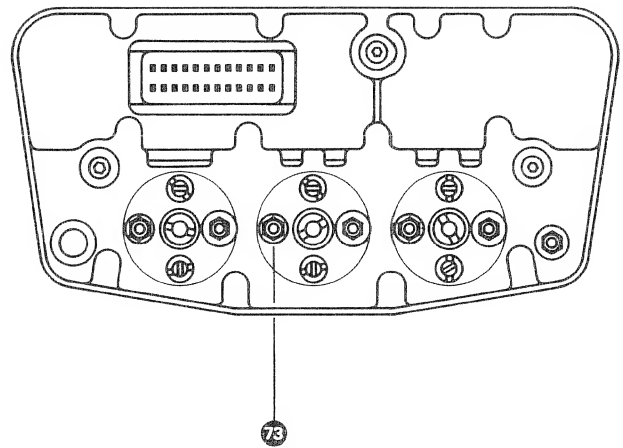

Fig. 7.4.—6
6. Aufnahmetonkopf mittels Mutter **73** (Fig. 7.4.—6) auf geringsten Phasenwinkel justieren; bei schrittweiser Erhöhung der Frequenz, beginnend bei 1 kHz, bis 10 kHz.
6. Adjust record head with nut **73** (fig. 7.4.—6) to minimum phase angle, starting at 1 kHz and increasing frequency step by step to 10 kHz.